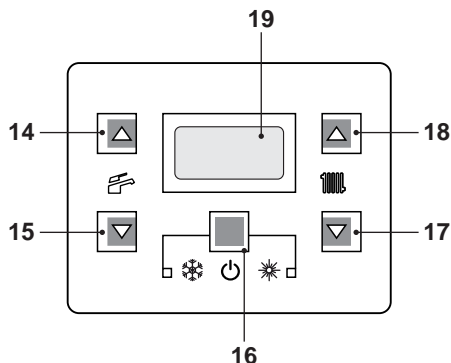

Figura 2.5
- Tenere premuto per 2 secondi il tasto 16 fino a far apparire sul display il simbolo  Figura 2.5.
La temperatura dell'acqua calda di mandata riscaldamento è regolabile agendo sui tasti 17(diminuzione) e 18(aumento) (Figura 2.5) da un minimo di circa 25°C ad un massimo
Comunque se la temperatura ambiente non dovesse essere confortevole si può aumentare o diminuire la temperatura di mandata dell'impianto riscaldamento di  $\pm 15^{\circ}\text{C}$  agendo sui tasti 17(diminuzione) e 18(aumento) (Figura 2.5).